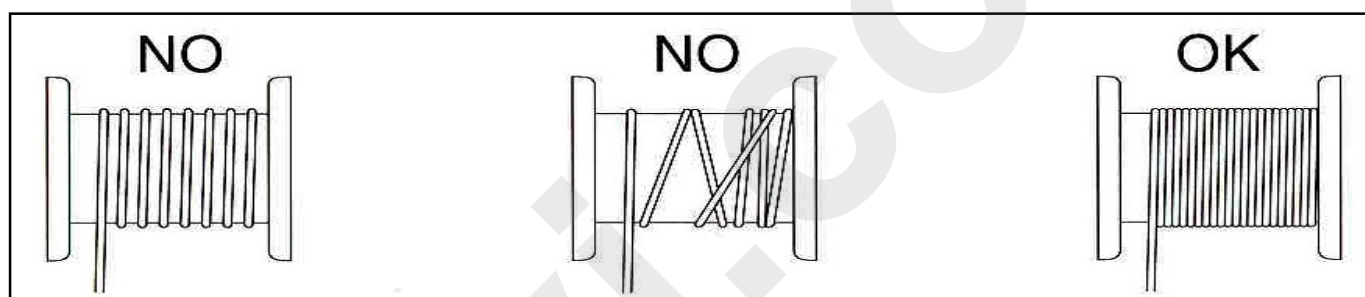

Figura 24 Avvolgimento del cavo sul tamburo.
Durante la trazione del carico, verificate la disposizione del cavo, che deve essere avvolto correttamente sul tamburo con un passo uguale al diametro del cavo (Figura 24).
- Riavvolgere il cavo azionando il pulsante di trazione sulla pulsantiera portatile di comando, in modo che le spire siano ordinate e compatte (Figura 24).